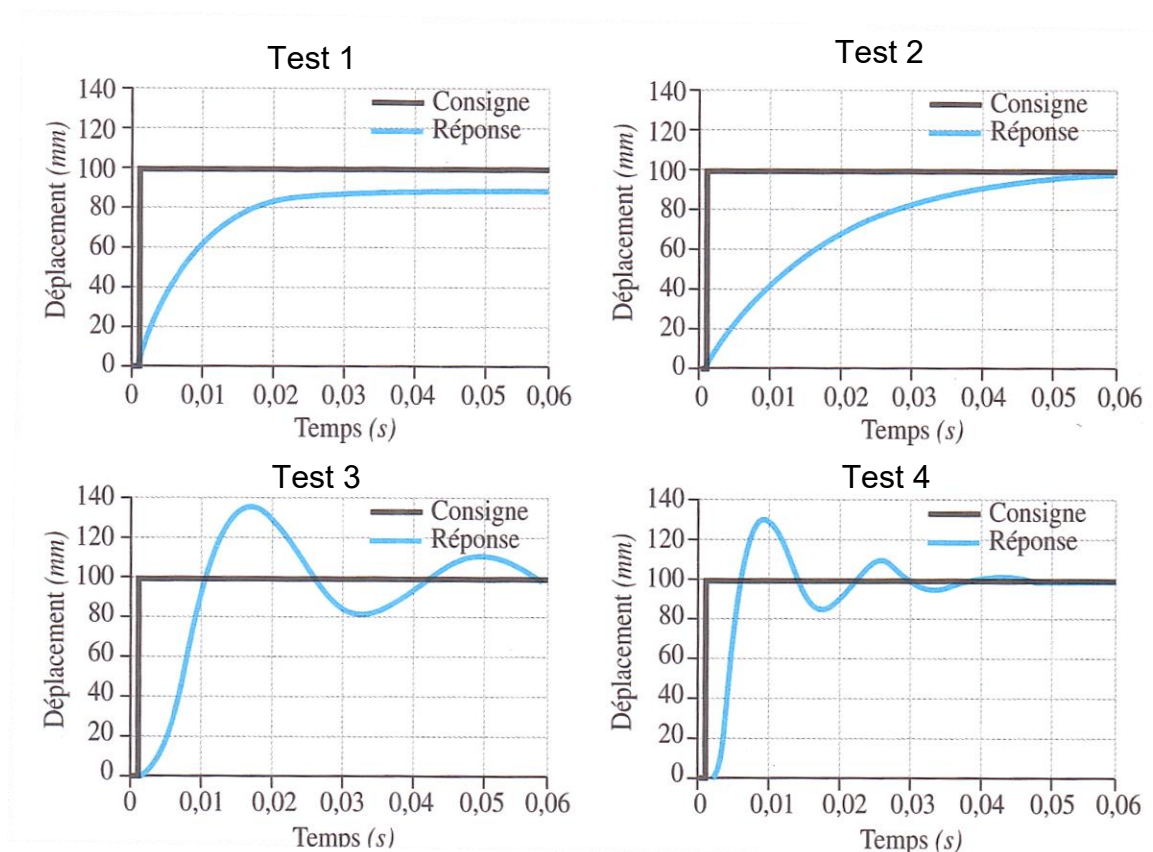

Figure 4: Résultats des essais avec les 4 réglages différents
Lors des premiers essais du vérin seul, des mesures de positionnement de la tige du vérin (7) ont été réalisés avec quatre réglages différents (*Figure 4*). Les essais ont été réalisés avec les conditions suivantes :
Q4 : Déterminer pour chacun des essais (*Figure 4*), le temps réponse à 5% et l'erreur statique relative. Faites vos tracés sur les figures. Compléter le *Tableau 1*.